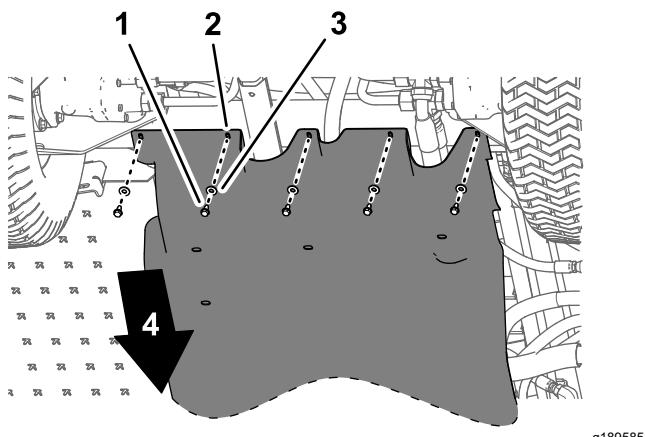

Рисунок 97
- Совместите отверстия в задней части кожуха ходовой части с отверстиями в шасси (Рисунок 97).
- Присоедините заднюю часть кожуха ходовой части к шасси (Рисунок 97) с помощью крепежных деталей, снятых при выполнении пункта 1 раздела 4 Демонтаж кожуха ходовой части (страница 12), следующим образом: